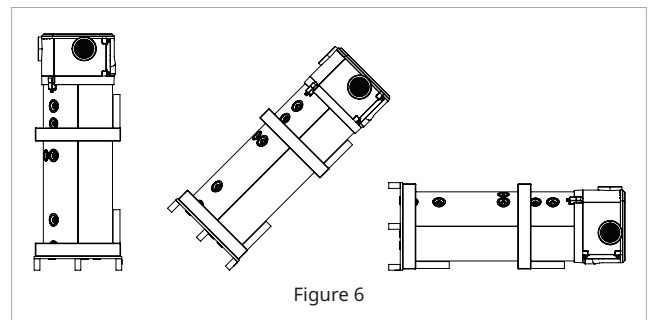

Figure 6
- Inclinez l'appareil comme illustré par la Figure 6.